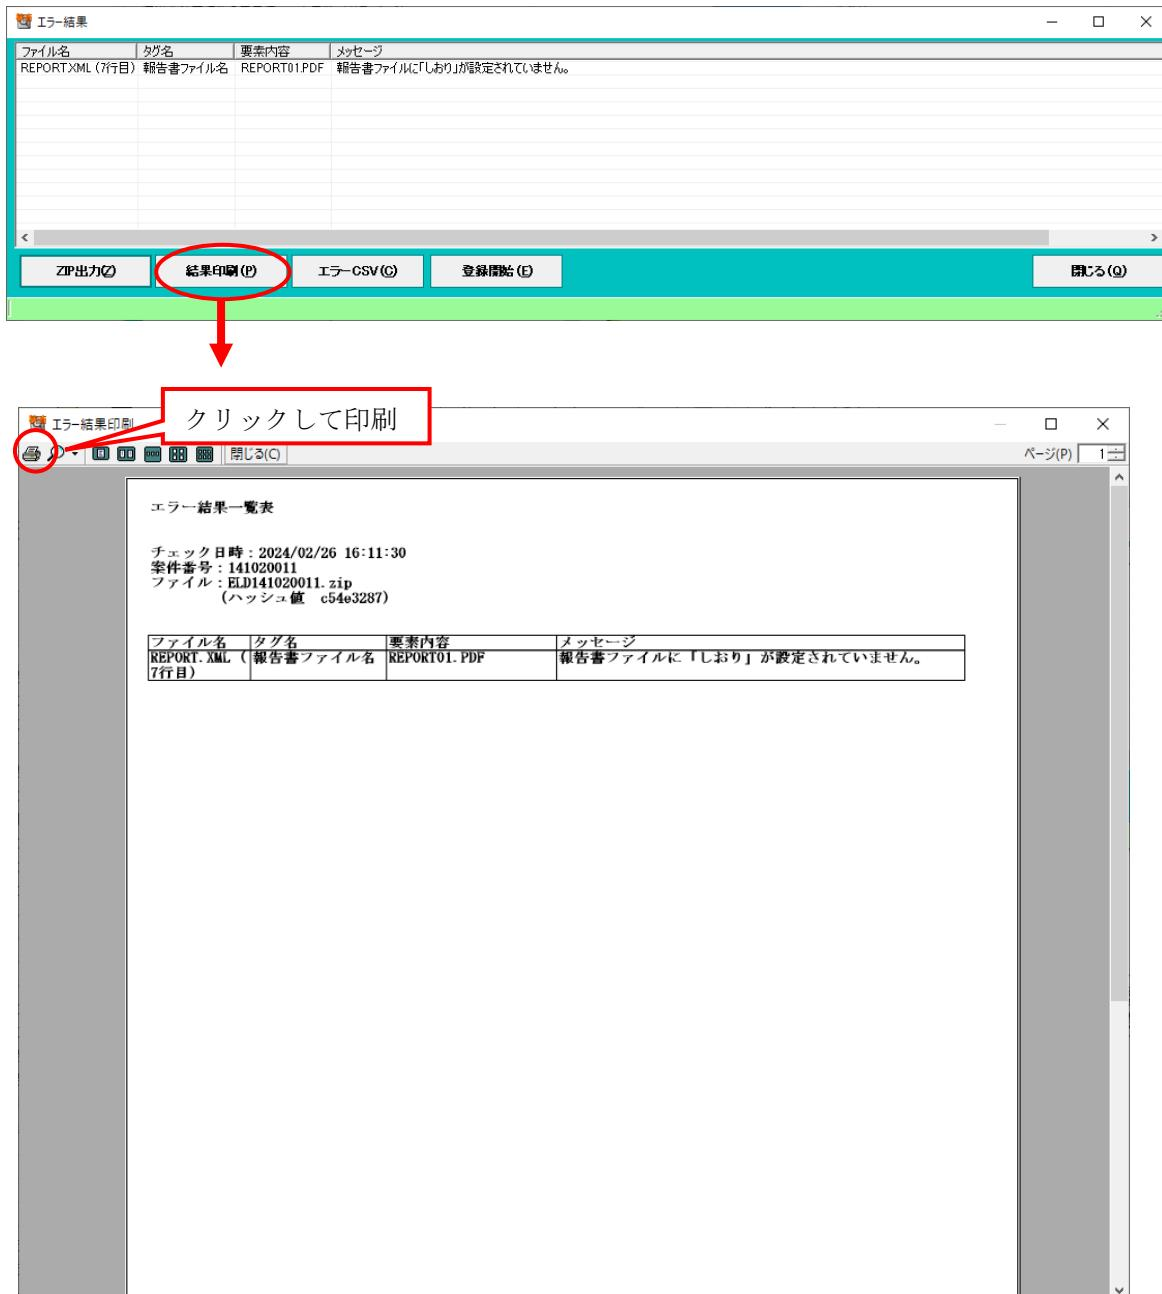

図 4-23 エラー結果印刷プレビュー
- ・エラー結果は、オンライン電子納品する際に必要となります。（図 4-23 でPDF保存するか、紙に印刷したものをスキャニングしてPDFを作成します）